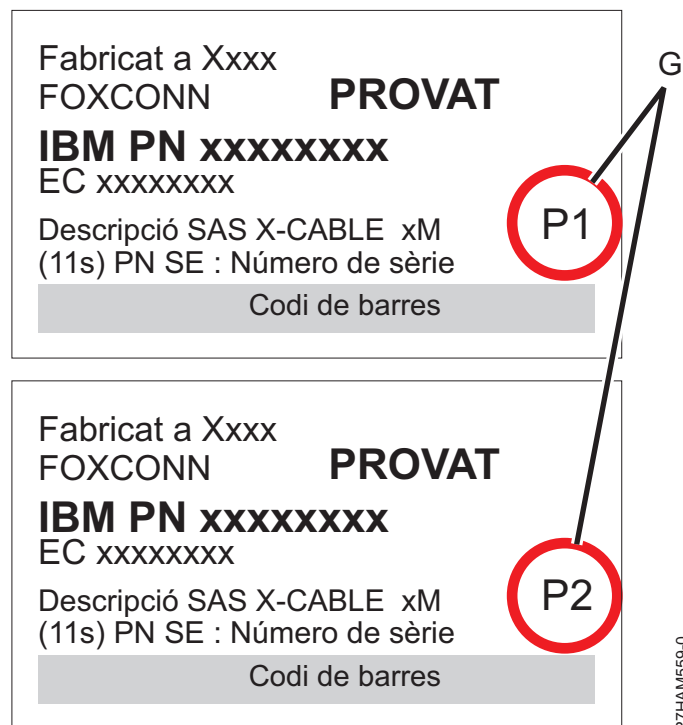

Figura 44. Etiquetes pels cables de l'adaptador SAS que mostren els identificadors P1 i P2
- El cable que es connecta a l'adaptador SAS independent 1 **(C)** conté una etiqueta amb l'identificador P1 **(G)**, tal com es mostra a Figura 44 a la pàgina 87. Aquest adaptador no té accés a cap altre adaptador independent i només té accés als compartiments d'unitat D1 a D6.
- El cable que es connecta a l'adaptador SAS independent 2 **(D)** conté una etiqueta amb l'identificador P2 **(G)**, tal com es mostra a Figura 44 a la pàgina 87. Aquest adaptador no té accés a cap altre adaptador independent i només té accés als compartiments d'unitat D7 a D12.
- El cable que es connecta a l'adaptador SAS independent 3 **(E)** conté una etiqueta amb l'identificador P1 **(G)**, tal com es mostra a Figura 44 a la pàgina 87. Aquest adaptador no té accés a cap altre adaptador independent i només té accés als compartiments d'unitat D13 a D18.
- El cable que es connecta a l'adaptador SAS independent 4 **(F)** conté una etiqueta amb l'identificador P2 **(G)**, tal com es mostra a Figura 44 a la pàgina 87. Aquest adaptador no té accés a cap altre adaptador independent i només té accés als compartiments d'unitat D19 a D24.